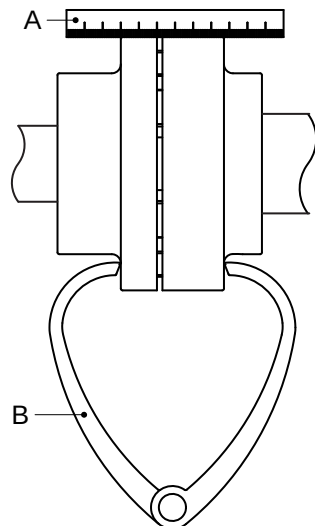

Bild 4: Rikta kopplingen efter en linjal och en krumcirkel.
- 1 Lägg en linjal (A) på kopplingen. Placera eller ta bort så många kopparmellanlägg som behövs för att få elmotorn i rätt höjd, så att den raka kanten nuddar vid båda kopplingshalvornas hela längd, se bild 4.
- 3 Kontrollera inriktningen igen med hjälp av en krumcirkel (B) placerad i två diametriskt motsatta punkter på kopplinghalvornas sidor, se bild 4.